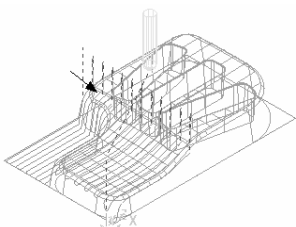

图 2-45 延伸移动
- **【延伸移动】**: 在每条刀具路径的开始端加入一条直的、与刀具路径相切的直线路径, 如图 2-45 所示。